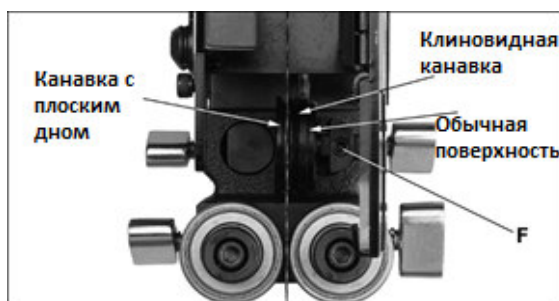

Рис. 30: регулировка упорного подшипника
Упорный подшипник препятствует обратному отклонению пильного полотна в процессе распила. Упорный подшипник имеет три различные канавки для обеспечения ровного хода пильного полотна (См. Рис. 30).
1. Ослабьте установочный винт (Рис. 30, F) и сдвиньте упорный подшипник вбок до нужного положения.
2. Снова затяните установочный винт (Рис. 30, F).